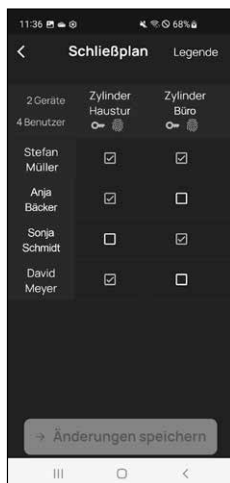

Fig. 3
**!** **Para su información:** Esta tabla resulta de interés en la medida en que disponga de varios cilindros y usuarios. En ese caso podrá determinar en un solo paso y claramente quién puede acceder a qué cilindro. En la Fig. 3 puede ver un ejemplo del aspecto que tiene una tabla llena completamente con los respectivos cilindros y usuarios.